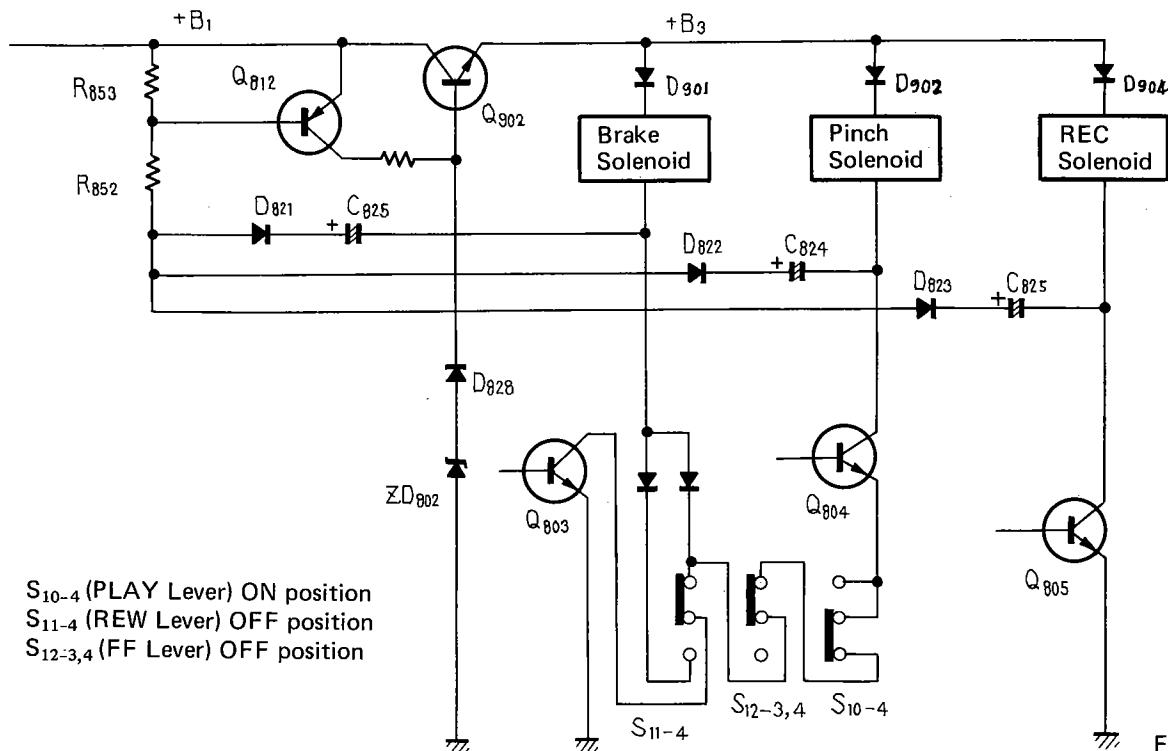

Fig. 10
**6.10 SOLENOID DRIVE CIRCUIT (Fig. 10)**